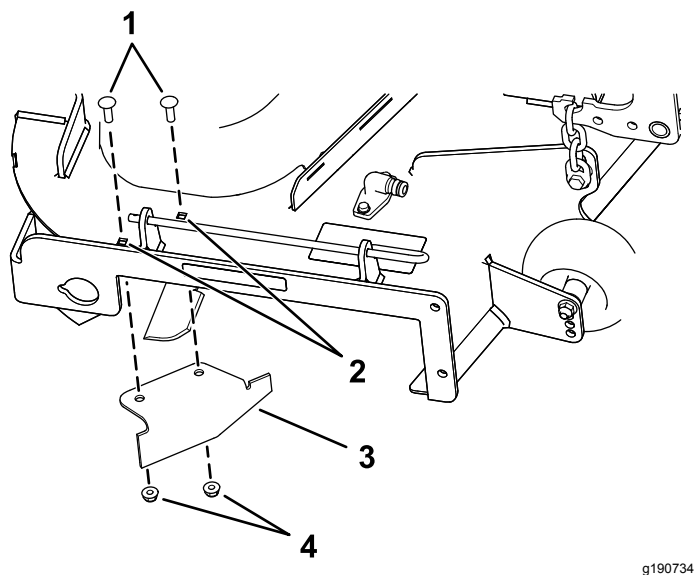

Figura 15
9. Individuate il deflettore di scarico nel sacchetto delle parti sciolte e rimuovete gli elementi di fissaggio dai fori posteriori della piastra di scarico (Figura 15).